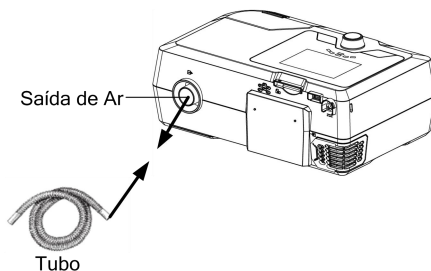

Fig. 11-6
(1) Ligue uma ponta do tubo à saída de ar do dispositivo principal, como mostrado na Fig. 11-6.